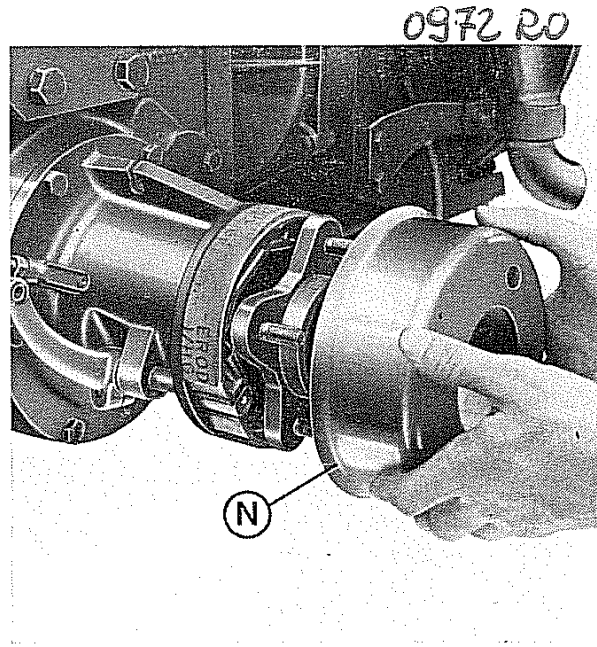
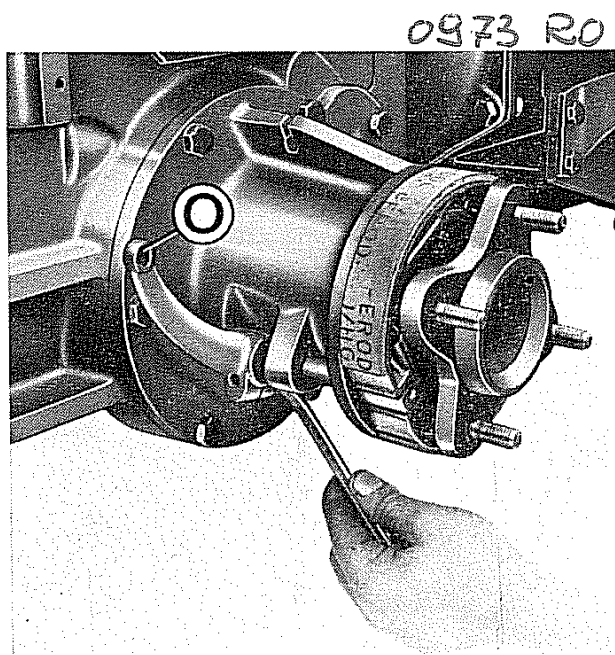
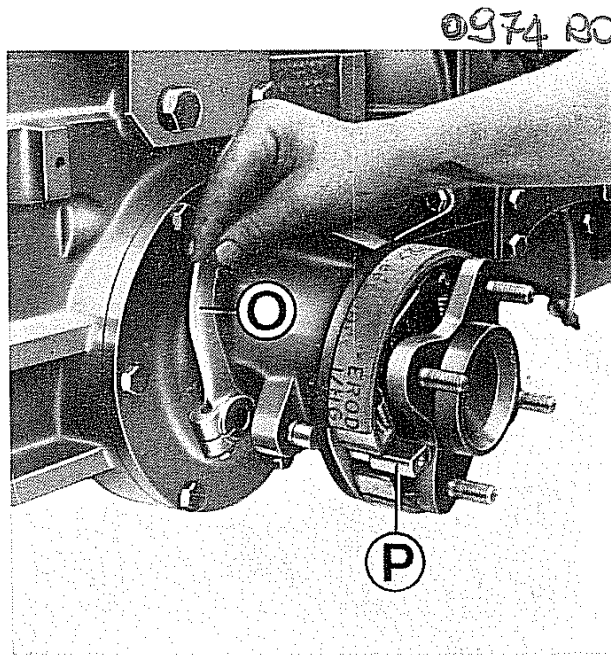
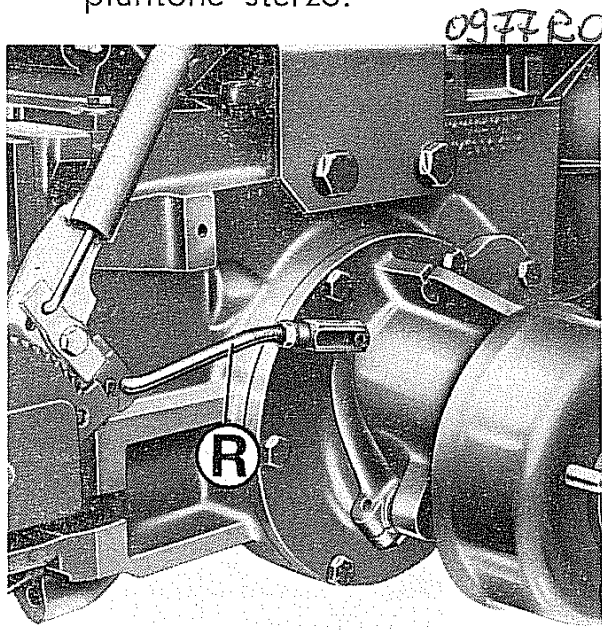

Fig. 54
Fig. 55
Fig. 56
Fig. 57
- Estrarre il tamburo **N** (fig. 54).
- Allentare la vite di fissaggio della leva **O** (fig. 55).
- Estrarre il perno **P** (fig. 56) onde permettere di poter girare in senso orario la sopracitata leva **O** dalla posizione di fig. 55 alla nuova posizione di fig. 56.
- Dopo aver fissato la leva **O** di fig. 55 nella nuova posizione e rimontato il tamburo **N** (fig. 54), fissare tramite l'apposita spina l'asta **R** (fig. 57) del freno di stazionamento e sul lato opposto la corrispondente asta.